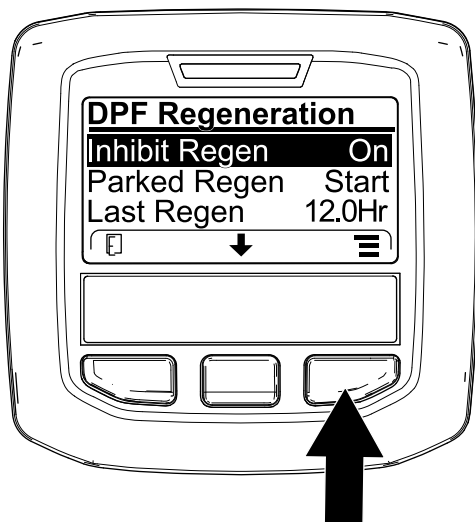
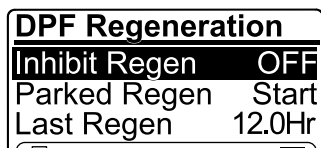

Figure 42
Figure 43
1. Ouvrez le menu DPF Regeneration (régénération du FAP), appuyez sur le bouton central pour naviguer jusqu'à l'option INHIBIT REGEN (interdiction de régénération), et appuyez sur le bouton droit pour la sélectionner (Figure 42).
2. Appuyez sur le bouton droit pour changer l'option d'interdiction de régénération de On (activée) à Off (désactivée) (Figure 42) ou inversement (Figure 43).